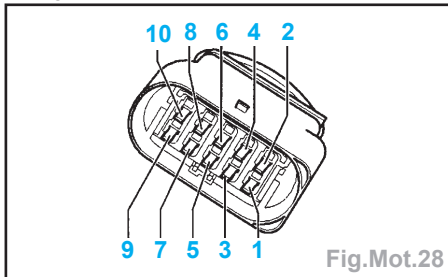

Fig.Mot.28
- Débrancher le connecteur à 10 raccords (Fig.Mot.28).